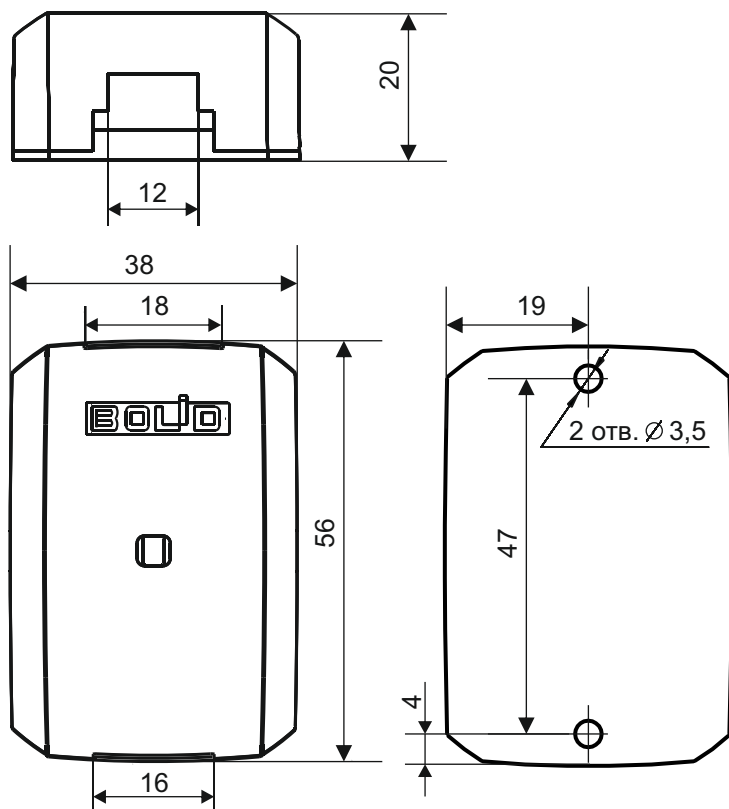

Рисунок 1. Габаритные и установочные размеры «C2000-USB»
- 3.3 Приложите к стене шаблон для монтажа (рис. 1) и просверлите отверстия.